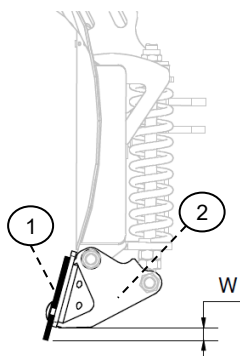

Abb. 14
Der Verschleiß der Schürfleisten muss täglich überprüft werden. Dieser wird durch viele Faktoren beeinflusst, wie zum Beispiel Räumgeschwindigkeit, Untergrund, Anstellwinkel, Stützteller und Einstellung der Schwimmstellungen. Deshalb ist es wichtig darauf zu achten, dass der Abstand  $W \geq 10 \text{ mm}$  zwischen der Unterkante der Schürfleisten (1) und der Unterkante des Schürfleistenhalters (2) aufrechterhalten wird (siehe Abb. 14).